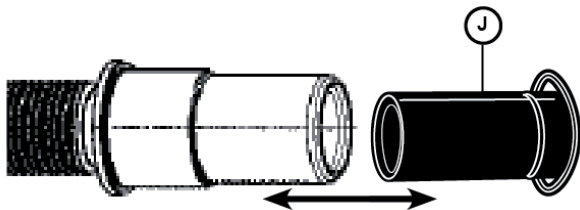

Figura 15
2. Obtenga la pinza de resorte para el adaptador de hule (J), para la manguera de drenaje incluida en el Kit de instalación de la lavadora de platos (no la reemplace).
3. Introduzca la manguera de drenaje de la lavadora de platos en el extremo de la manguera de drenaje (consulte la **Figura 15**). Asegúrese de introducir completamente la manguera de drenaje.